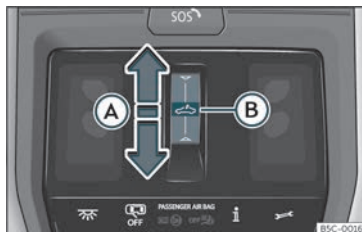

Fig. 83 No revestimento interior do teito: tecla do teito de vidro.
- Movemento automático: desliza o dedo cara atrás sobre a área funcional ➡ >>> **fig. 83 (A)**.
- Antes de que transcorran aprox. 5 segundos dende a activación da función antiaprisionamento, deslice o dedo cara adiante sobre a área funcional »» fig. 83 Ⓐ e manteña premido ata que o teito se peche completamente.